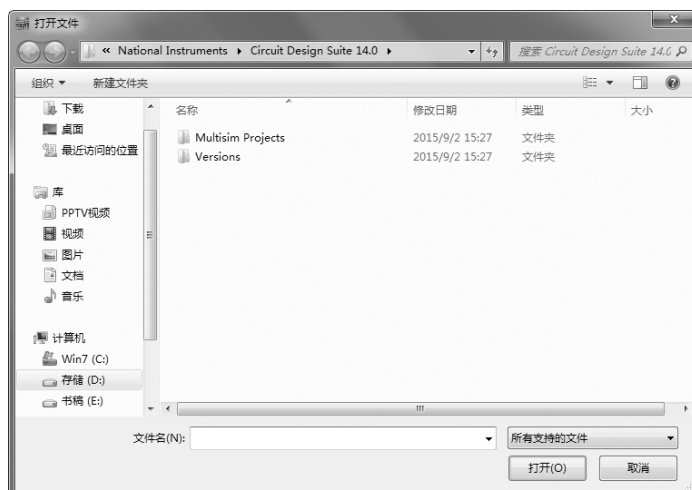

图 4-11 打开原理图文件
1) 选择菜单栏中的 “文件” → “打开” 命令或单击 “标准” 工具栏中的 “打开” 按钮 , 或按快捷键 $\langle \text{Ctrl} \rangle + \langle \text{O} \rangle$, 弹出 “文件打开” 对话框，在设计文件保存路径下打开已存在的设计文件，如图 4-11 所示。